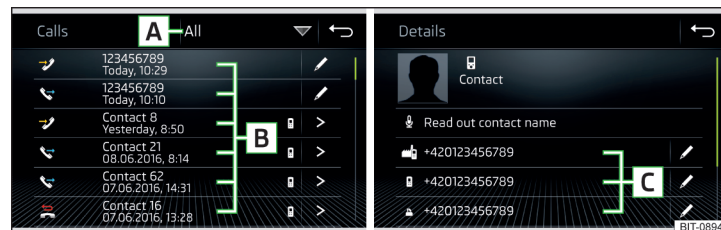

Fig. 193 Liste d'appels / Détails du contact
- Dans le menu principal *Téléphone*, appuyez sur la touche de fonction , la liste des appels s'affiche » fig. 193.
- > Affichage des détails du contact » fig. 193